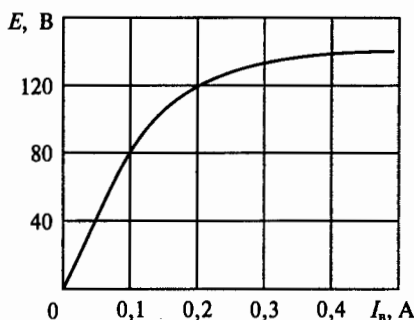

Рис. 238
**10.19.Р.** Каковы ток якоря  $I_a$  и напряжение  $U$  генератора с независимым возбуждением, характеристика холостого хода которого изображена на рис. 238, при токах возбуждения  $I_B$ , равных 0,4 и 0,2 А, если сопротив-